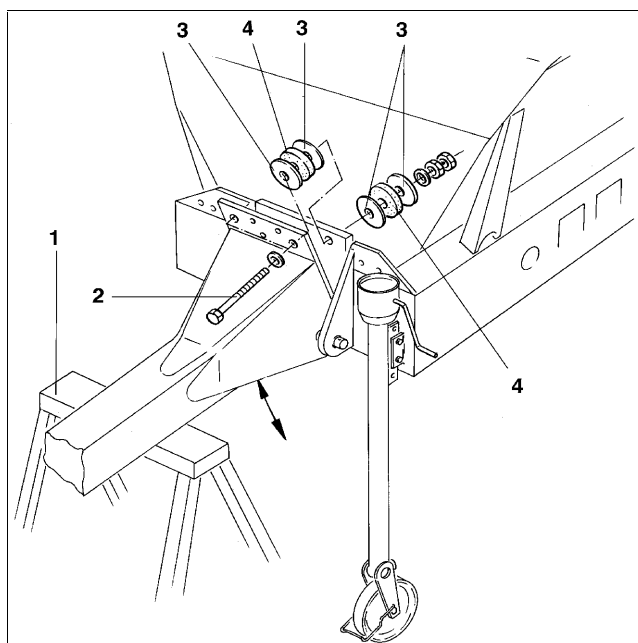

Fig. 9
- Deichsel auf stabilem Bock (Fig. 9/1) abstützen und beide Befestigungsschrauben (Fig. 9/2) lösen.
- Durch gleichmäßiges Umsetzen der Distanzscheiben (Fig. 9/3) kann die Deichsel verstellt werden. Die Puffer (Fig. 9/4) dürfen nicht entfernt werden. Sie dämpfen die vom Schlepper auf den Streuer übertragenen Stöße.